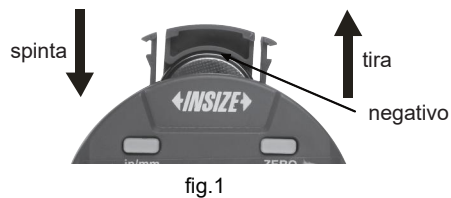

fig.1
1. Installare e rimuovere la batteria (CR2032), il lato negativo della batteria deve essere rivolto verso l'esterno (fig. 1).